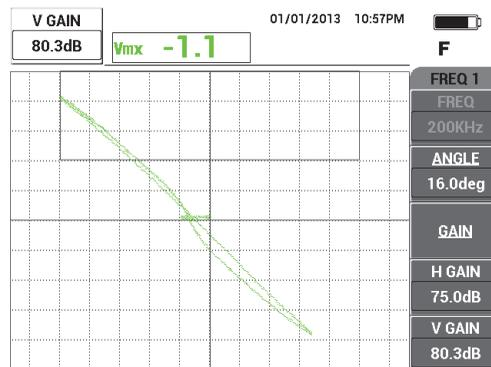

Figura 5-58 I segnali estesi sullo schermo verticalmente
7. Premere tre volte il tasto **GAIN (dB)** per accedere al parametro **GUAD.VER.** (guadagno verticale) ed in seguito aumentare il guadagno verticale con la manopola fino a quando il segnale raggiunge circa l'80% dell'altezza dello schermo (vedere Figura 5-58 a pagina 180).